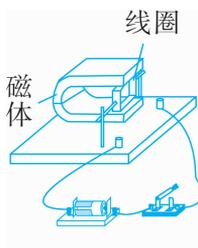

图 1
4. 小明在制作电动机模型时把一段粗漆包线绕成  $3\text{ cm} \times 2\text{ cm}$  矩形线圈,漆包线在线圈的两端各伸出约  $3\text{ cm}$ ,用硬金属丝做两个支架,两个支架分别与电池的两极相连接。把线圈放在支架上,线圈下放一块强磁铁,如图 1 所示。给线圈通电并用手轻推一下,线圈就会持续转动。